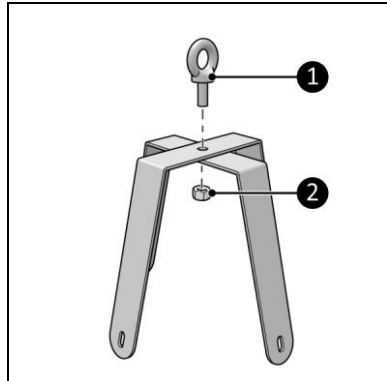

Abbildung 4
1. Beide Halterungen mit der Aufhängeöse (Bild 4, Pos. 1) und der Mutter (Bild 4, Pos. 2) zusammenschrauben und festziehen.